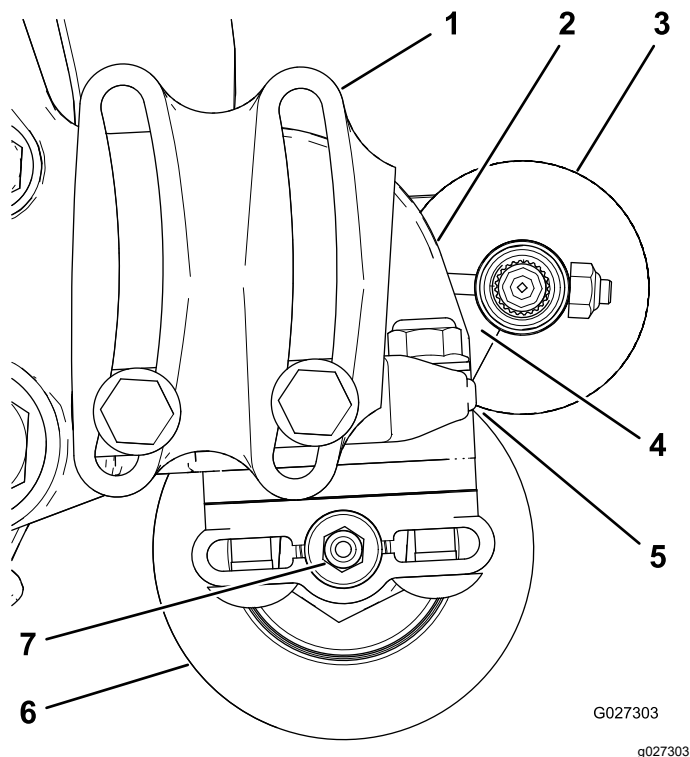

Figura 10
2. Posizionate la spazzola per rullo in modo che tocchi o appoggi appena sul rullo posteriore (Figura 10).